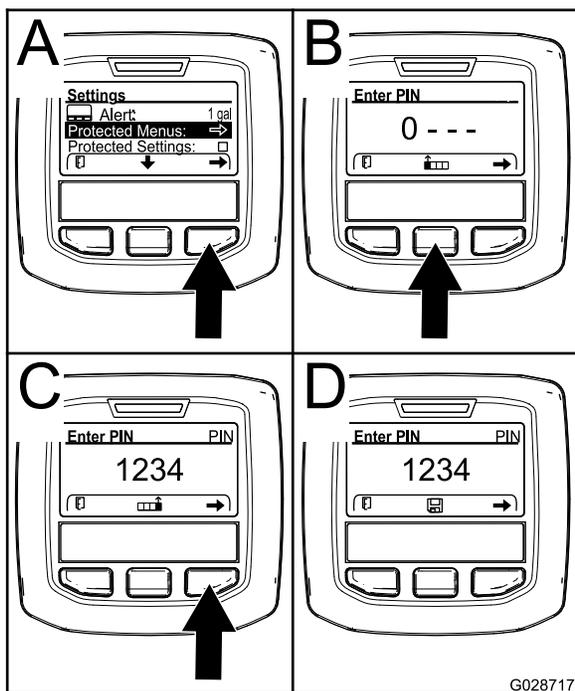

Рисунок 25
- Нажмите правую кнопку выбора, чтобы выбрать Protected Menus (Защищенные меню) (A на Рисунок 25).
- Нажмите среднюю кнопку выбора (B на Рисунок 25), чтобы увеличить цифровое значение (от 0 до 9)..
- Нажмите правую кнопку выбора (C на Рисунок 25), чтобы переместить курсор на позицию следующей цифры вправо.
Примечание: Над средней кнопкой выбора (D на Рисунок 25) появится значок Save (Сохранить).